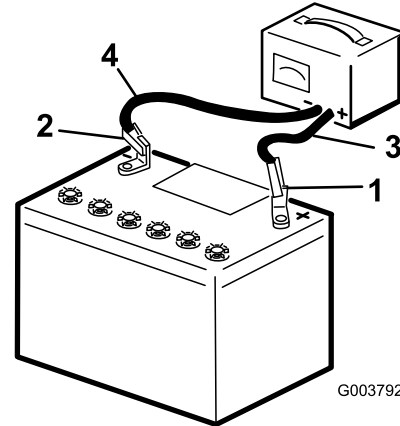

Figura 39
- Carregue a bateria durante 10 a 15 minutos a 25 a 30 A ou 30 minutos a 4 6 A (Figura 39). Não carregue demasiado a bateria.
- Quando a bateria estiver totalmente carregada, desligue o carregador da tomada elétrica e em seguida desligue os cabos do carregador dos bornes da bateria (Figura 39).